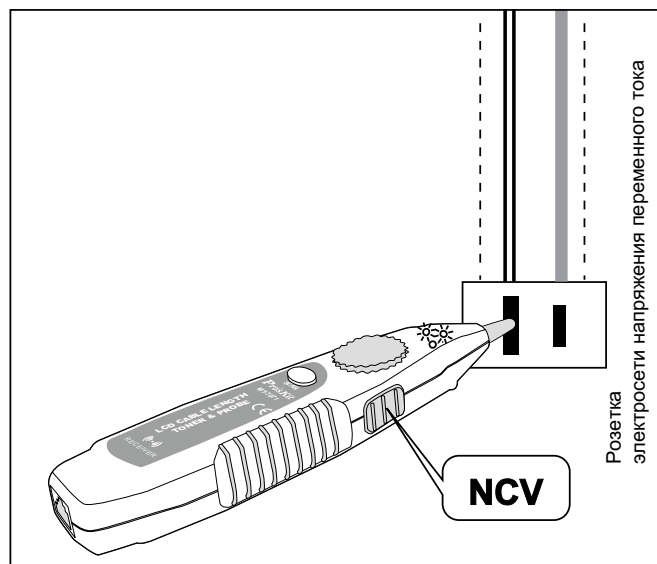

Рис. 12. Бесконтактное измерение напряжения
1. Согласно рис. 12 переключитесь на NCV, функция начнет работать, как только засветится индикатор питания.